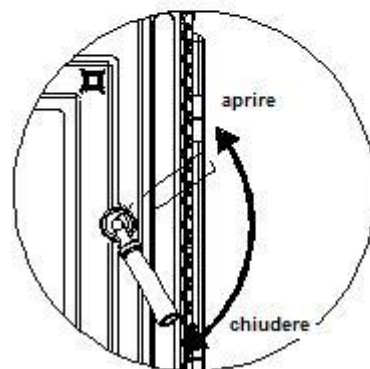

Fig.16
**MANIGLIA DELLA PORTA LATERALE:** la porta laterale permette di caricare la legna nella stufa. Per aprire la porta, girare la maniglia fino a posizionarla a ore 2 e tirare (Fig.16). Per chiudere la porta, premerla contro la cornice e abbassare la maniglia fino a posizionarla a ore 4.